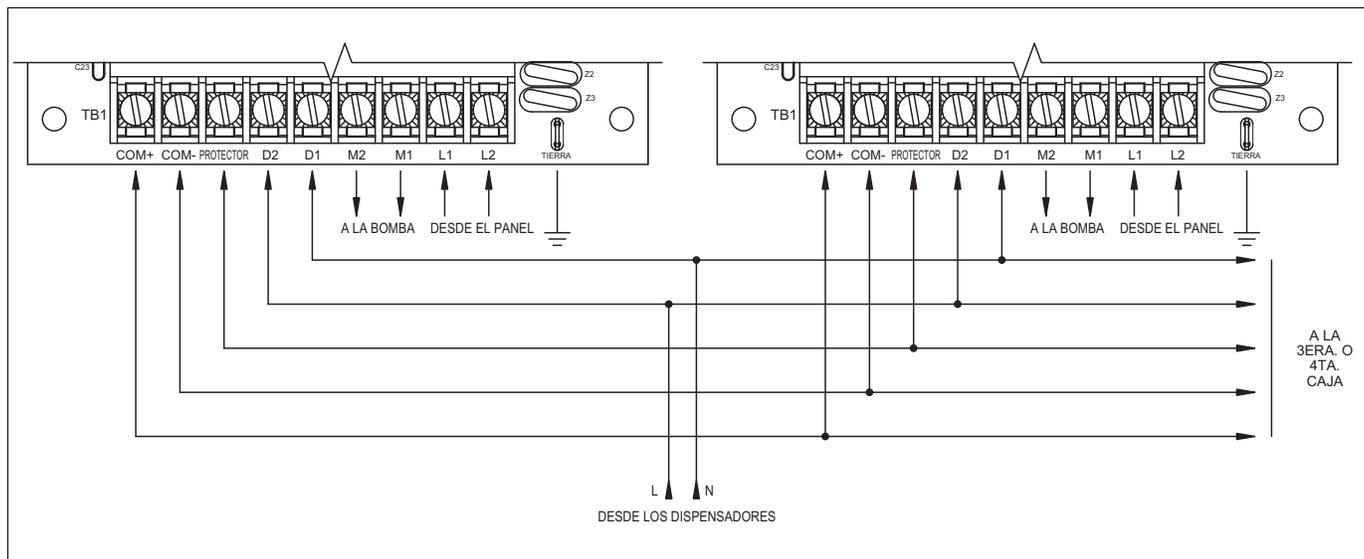
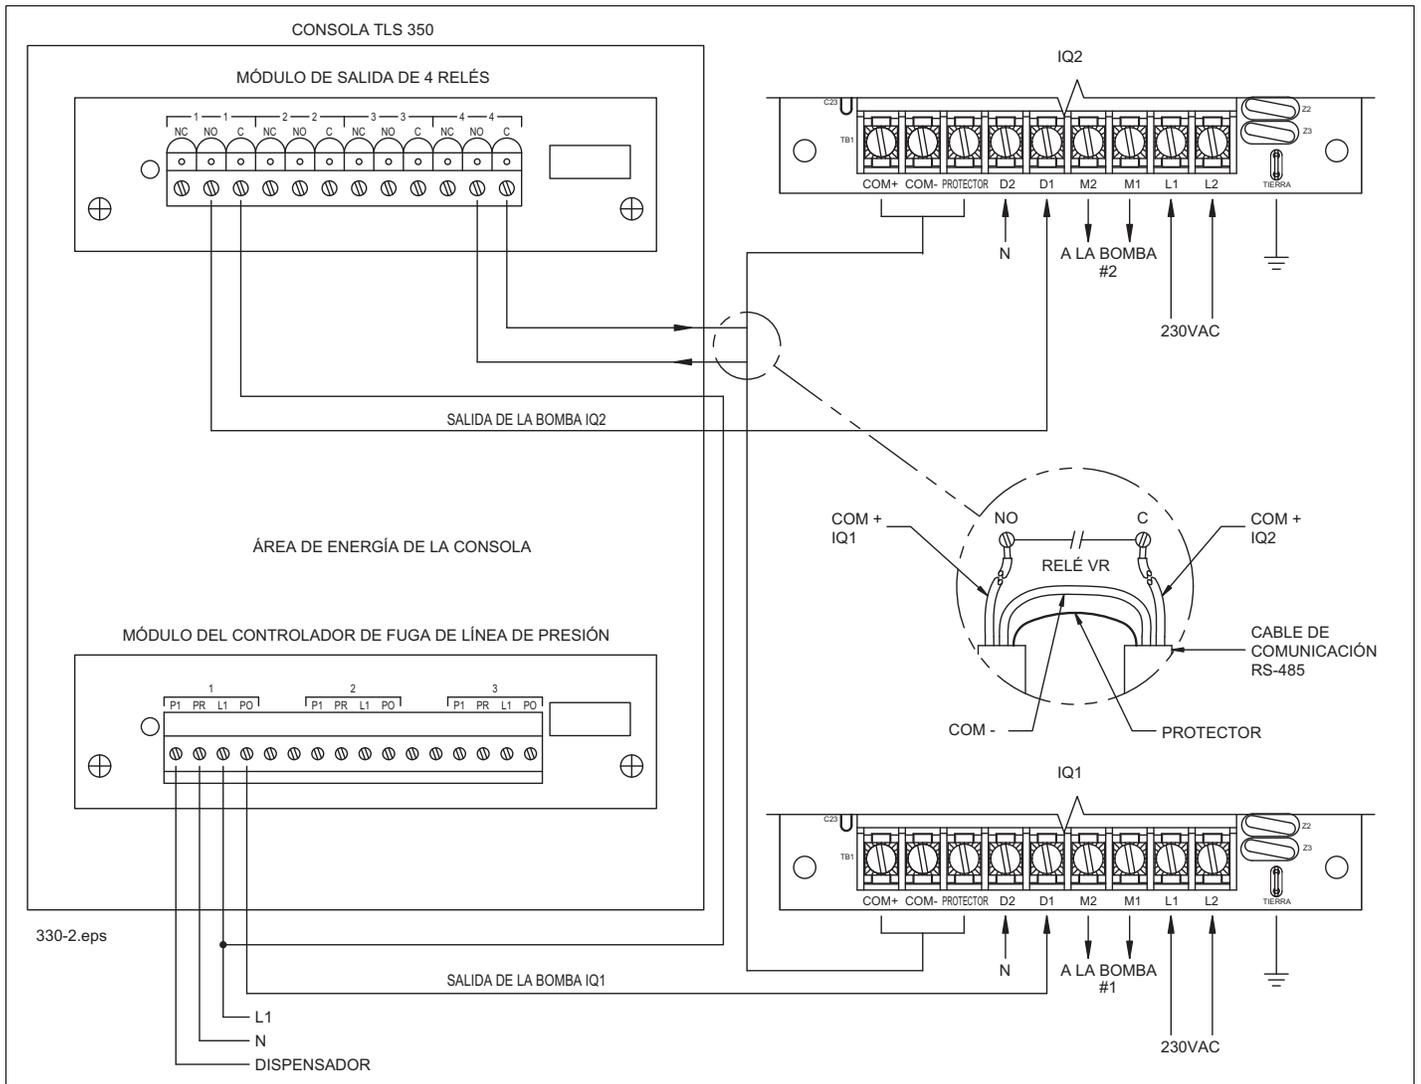

Figura 3. Diagrama de cableado para los sistemas de múltiple
Figura 4. Diagrama de cableado para IQ con sistemas de múltiple PLLD TLS-350
8. Las instalaciones que operarán las bombas en una configuración de múltiple requieren dos conductores, par trenzado con protección (mín. 22 AWG) conectados a los terminales COM+, COM- y PROTECTOR de TB1. Conecte en cadena el cable de comunicación a todos los controladores como se muestra en la Figura 3. Se acepta el cable Belden 9462 o uno equivalente. El enlace RS-485 entre los controladores de la bomba no está diseñado para conectarse a otro equipo electrónico de Red Jacket tal como Prolink, CPT, VSFC u otros dispositivos de ATG. Sin embargo, puede ser necesario interrumpir las comunicaciones en las aplicaciones PLLD o DPLLD como se muestra en la Figura 4 y Figura 5. Este cable se debe instalar en el conducto.